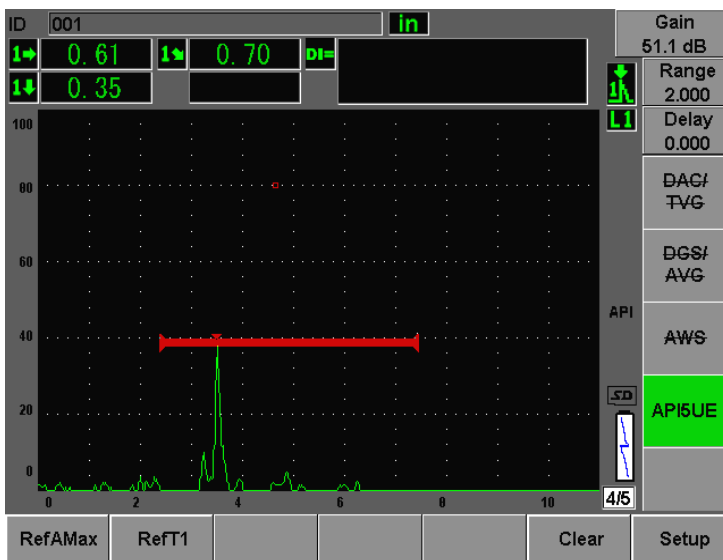

図 12-26 T_1 ポイントの保存
7. **[P2] RefT1** を押して、最初のピークから 6 dB 低下した位置を収集し、この値を T_1 として割り当てます (271 ページ図 12-26 参照)。